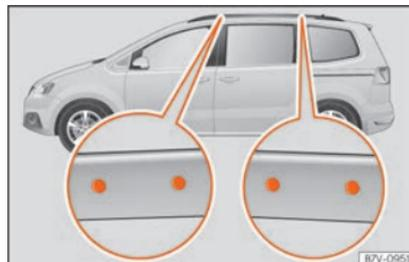

Fig. 178 Points de fixation des supports standard et de la galerie porte-bagages du toit.
Les orifices de positionnement se trouvent sur le côté intérieur des barres latérales du toit »» fig. 178.
- Le support standard doit être fixé uniquement aux points indiqués sur l'illustration »» fig. 178.